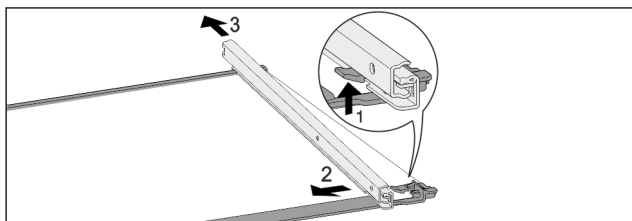

Fig. 124 Płyta szklana z szynami
- ▶ Wcisnąć przedni hak ryglujący do góry. Fig. 124 (1)
- ▶ Wysunąć prowadnicę w bok Fig. 124 (2) i do tyłu Fig. 124 (3).